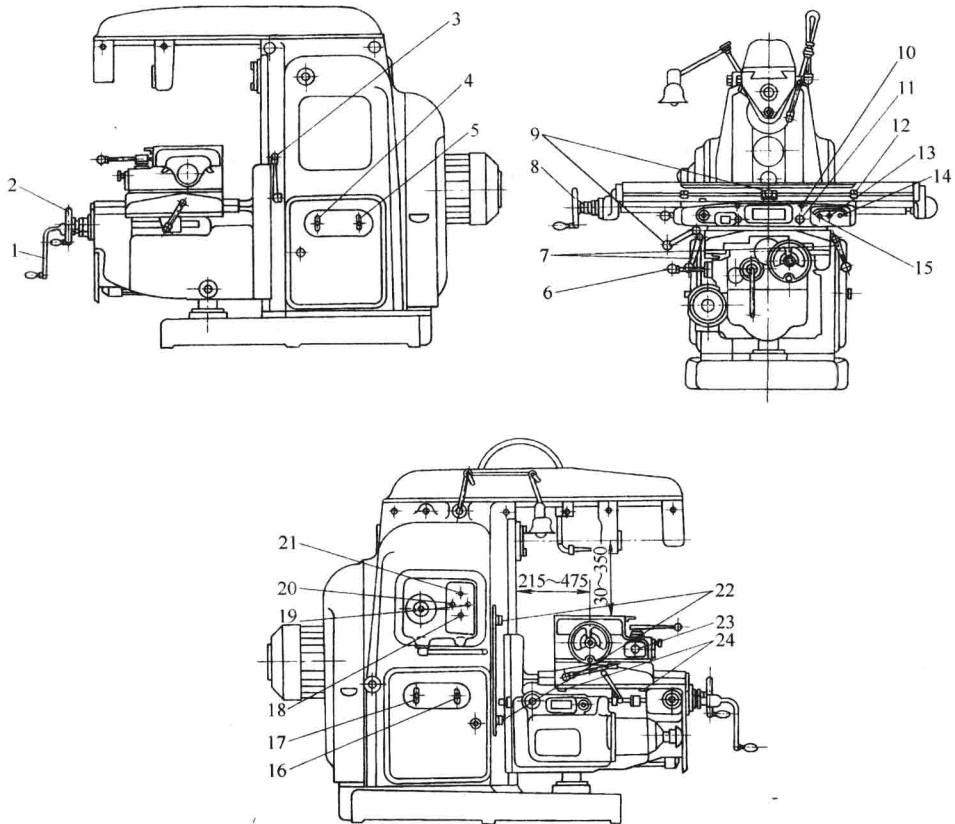
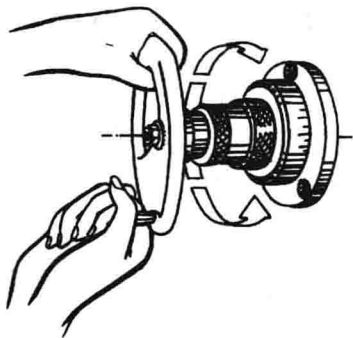
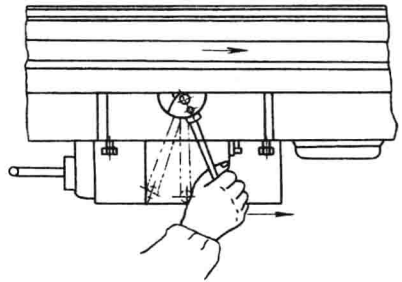
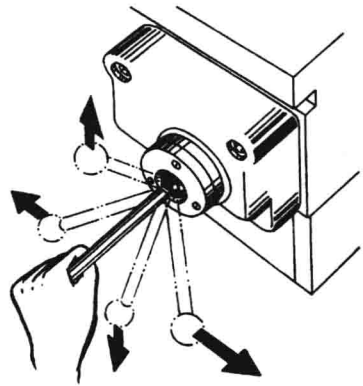

图 1-4 X6132 型卧式万能铣床操作位置图
图1-7 纵向手动进给姿势
图1-8 工作台纵向机动进给操作
图1-9 工作台横向、垂向机动进给操作
铣床的型号较多，现重点介绍 X6132 型卧式万能铣床，它的各个操作位置如图 1-4 所示。
1) 纵向手动进给。工作台纵向手动进给手柄8(见图1-4)在工作台左端,当手动进给时,将手柄与纵向丝杠接通,左手握手柄并略加力向里推,右手扶轮子并旋转,如图1-7所示。转动时速度要均匀适当,顺时针转动时,工作台向右移动作进给运动,反之则向左移动。纵向刻度盘圆周刻线120格,每转一转,工作台移动6mm,每转动一格,工作台移动0.05mm。
2) 横向手动进给。工作台横向手动进给手柄2(见图1-4)在垂向工作台前面,手动进给时,将手柄与横向丝杠接通,右手握手柄,左手扶轮子并旋转,顺时针方向转动时,工作台向前移动,反之向后移动。每转一转,工作台移动6mm,每转动一格,工作台移动0.05mm。
3) 垂向手动进给。工作台垂向手动进给手柄1(见图1-4)在垂向工作台前面左侧,手动进给时,使手柄离合器接通,双手握手柄,顺时针方向转动时,工作台向上移动,反之向下移动。垂向刻度盘上刻有40格,每转一转时,工作台移动2mm,每转动一格,工作台移动0.05mm。
1) 纵向机动进给。工作台纵向机动进给手柄9（见图1-4）为复式，手柄有三个位置，向右、向左及停止。当手柄向右扳动时，工作台向右进给，中间为停止位置，手柄向左扳动时，工作台向左进给，如图1-8所示。
2) 横向、垂向机动进给。工作台横向、垂向机动进给手柄6（见图1-4）为复式，手柄有五个位置，向上、向下、向前、向后及停止。当手柄向上扳时，工作台向上进给，反之向下；当手柄向前扳时，工作台向里进给，反之向外；当手柄处于中间位置时，进给停止，如图1-9所示。
机动进给停止挡铁有纵向、横向和垂向三个方向，各有两块（见图1-4中12、24和22）。一般情况下均安装在限位柱范围以内，不准随意拆掉，以防发生机床事故。但在操作中可根据铣削行程，安装自动停止挡铁，铣削完毕，工作台即停止进给。
(1) 紧固纵向工作台 工作台纵向紧固螺钉 10 (见图 1-4) 有两个。紧固纵向工作台时, 将 8mm 内六角扳手插入紧固螺钉孔中后扳紧。
(2) 紧固横向工作台 横向工作台紧固手柄 7 (见图 1-4) 左、右各有一个。紧固时, 将手柄向下推, 松开时手柄向上拉。
(3) 紧固垂向工作台 垂向工作台紧固手柄 3 见图 1-4。将手柄向下扳, 工作台被紧固, 向上扳即松开。